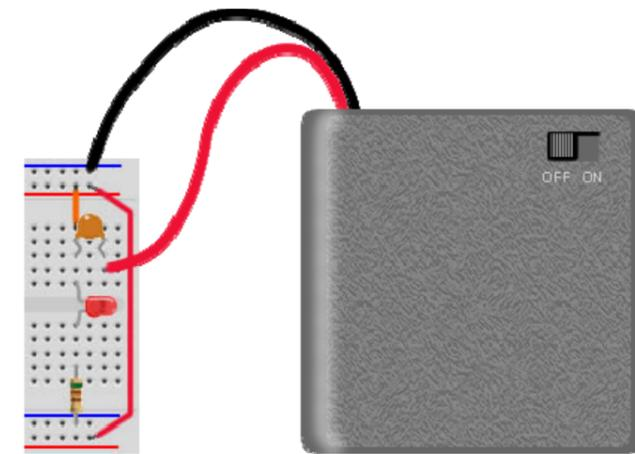

図2
- (1) 電池ボックスのスイッチをOFFにする。
- (2) 電池を入れる。
- (3) 図2のように配線する。
- (4) 電源スイッチ（電池ボックスのスイッチ）をONにする。